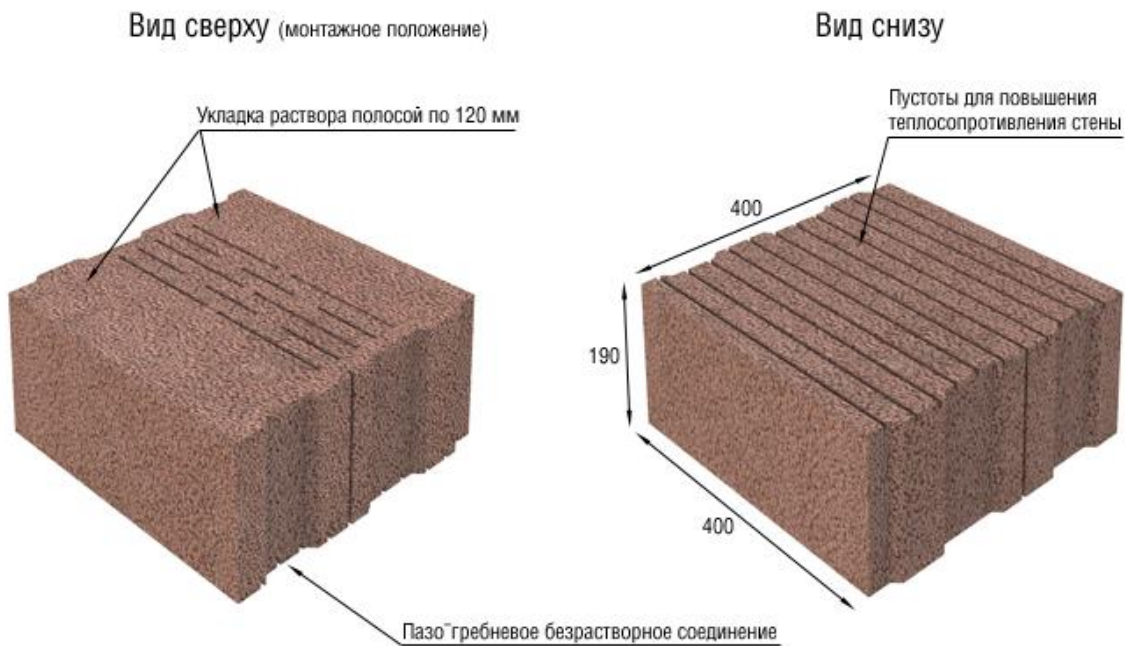
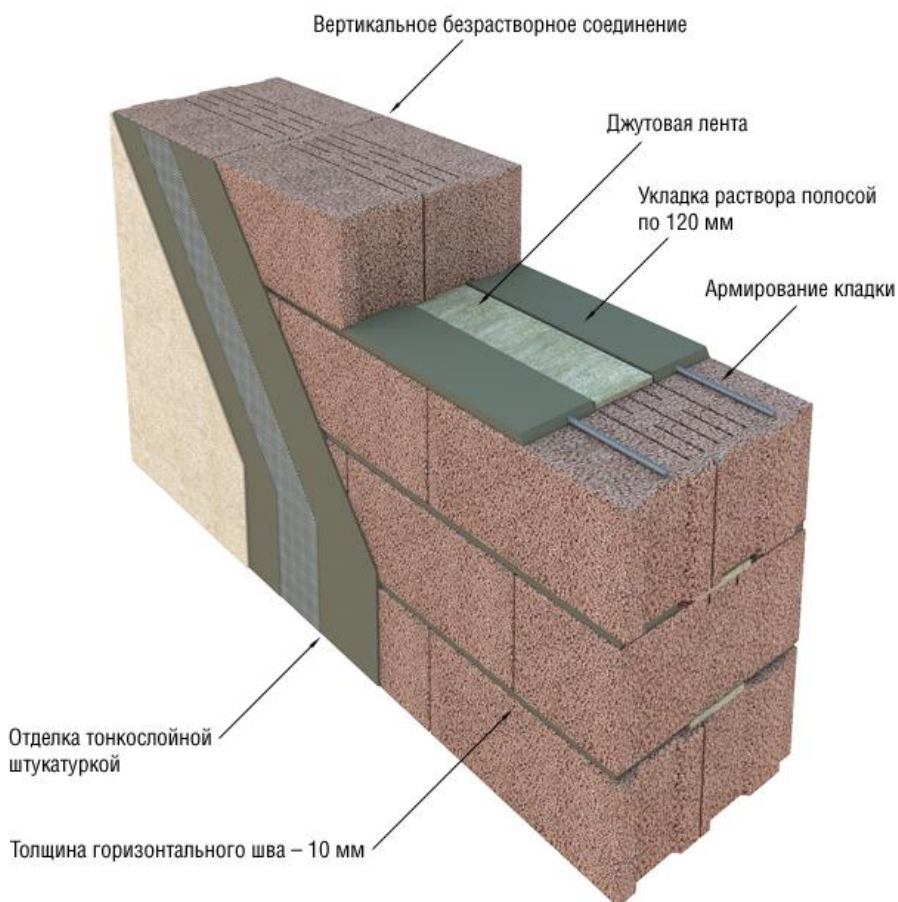

Рис.1 : Общий вид и размеры камня Polarit Comfort
Рис. 2 : Общий вид готовой стены
2.4. Конструкция камня представляет собой параллелепипед с продольными внутренними пустотами, расположенными в одиннадцать рядов по толщине камня. Пять центральных рядов щелей сквозные. Щели, расположенные по краям камня в три ряда не допрессованны с одной стороны и в монтажном положении образуют постели для кладки раствора шириной 120 мм. Торцевые поверхности при стыковке образуют сложный пазогребневый замок. Боковые лицевые поверхности ровные. Конструкционные особенности камня и основные размеры представлены на рис. 1. Общий вид готовой стены показан на рис. 2.